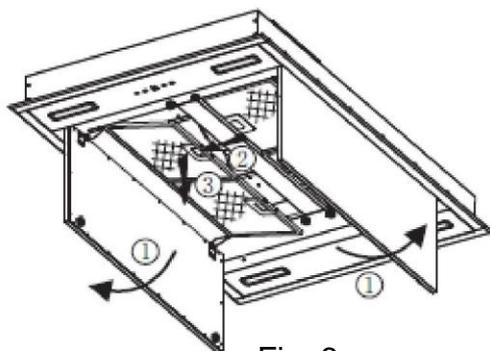

Fig. 6
- a. Reportez-vous à la fig. 6, ouvrez la plaque décorative dans l'ordre et sortez le filtre.